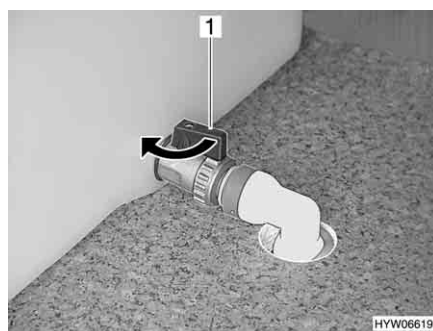

Bild 199 Wassertank
- Den Wasserablasshahn (Bild 199,1) am Wassertank **entgegen** der Pfeil-richtung drehen. Das Wasser läuft ab.